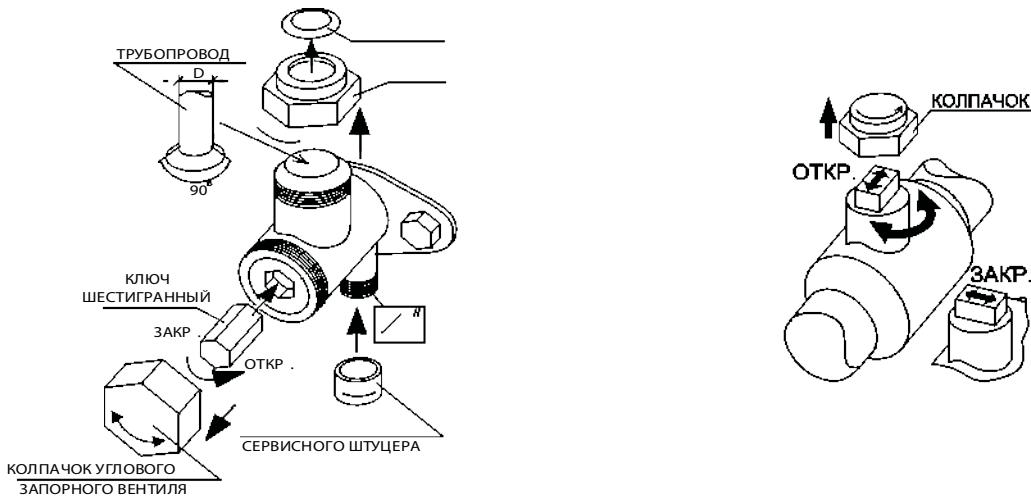

Рисунок 10.1. Схема запорного вентиля ККБ моделей 002 – 018 [слева] 020 – 260D [справа]
- убедиться в открытии всех запорных вентилей системы. Открытие и закрытие осуществляется вращением штока вентиля под колпачком, используя при этом рожковый ключ (см. рисунок 10.1);